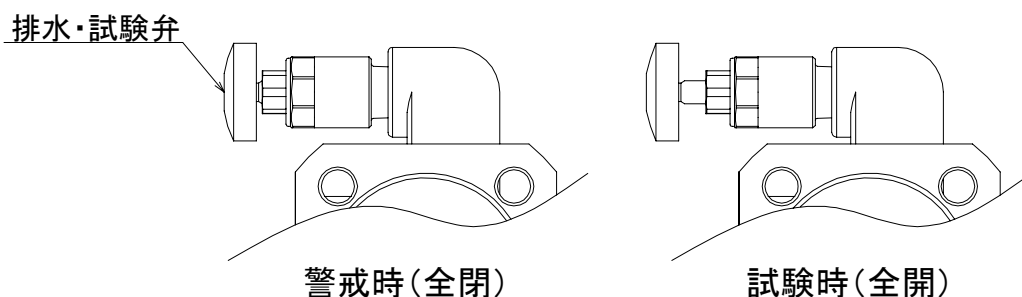

図13. 排水・試験弁
この弁の操作方法は、14ページの図13を参照してください。
① 平常時は、全閉状態にしてください。
② アラームバルブのテストを行う場合には、下図13のように排水・試験弁を全開状態にしてください。